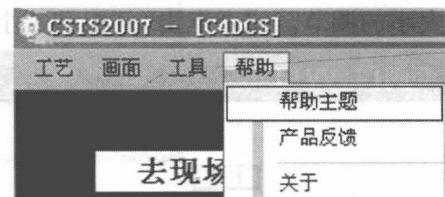

图 1-14 帮助菜单
(4) 帮助菜单(图 1-14)：帮助菜单包括帮助主题、产品反馈、关于三个选项。